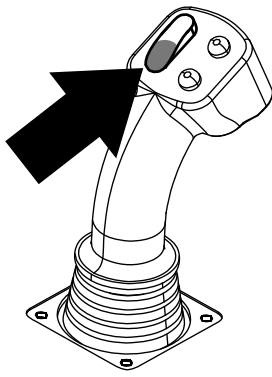
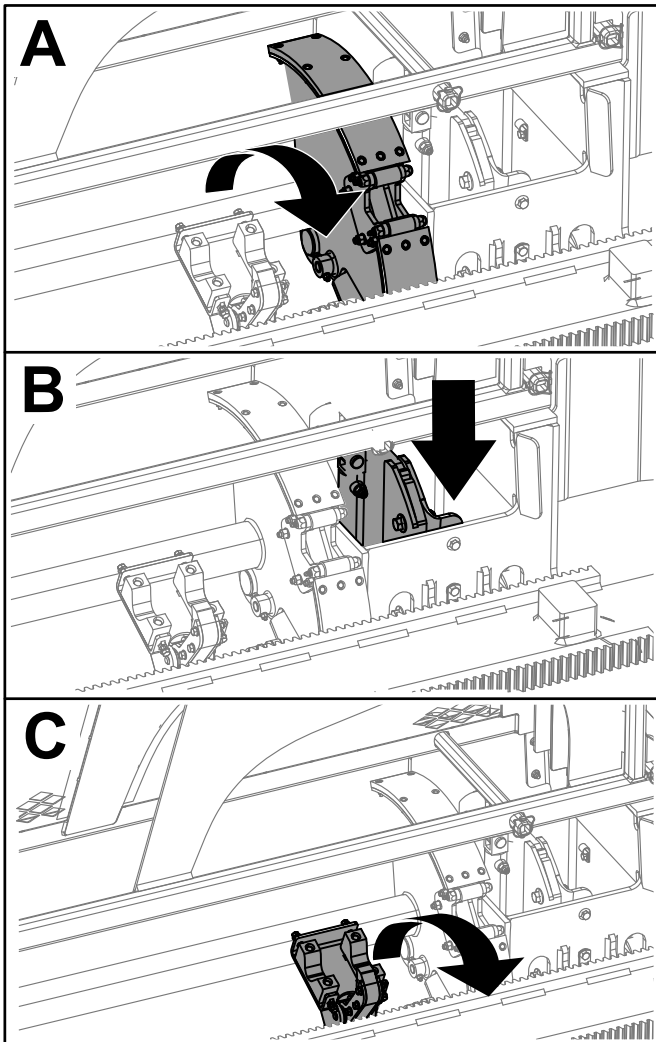

Figura 9
Figura 10
3. Pressione a parte inferior do seletor basculante (Figura 9) até o registro das três etapas a seguir (Figura 10):